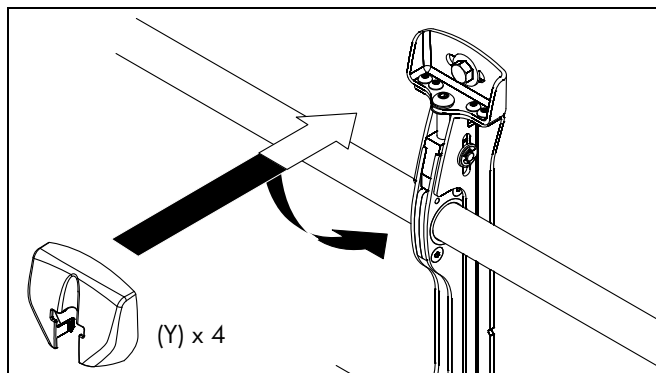

рис. 9
1. (Только для LSMVU) Прикрепите крышки настенных кронштейнов (Y) к верхней и нижней части обоих настенных кронштейнов. (См. рис. 9)